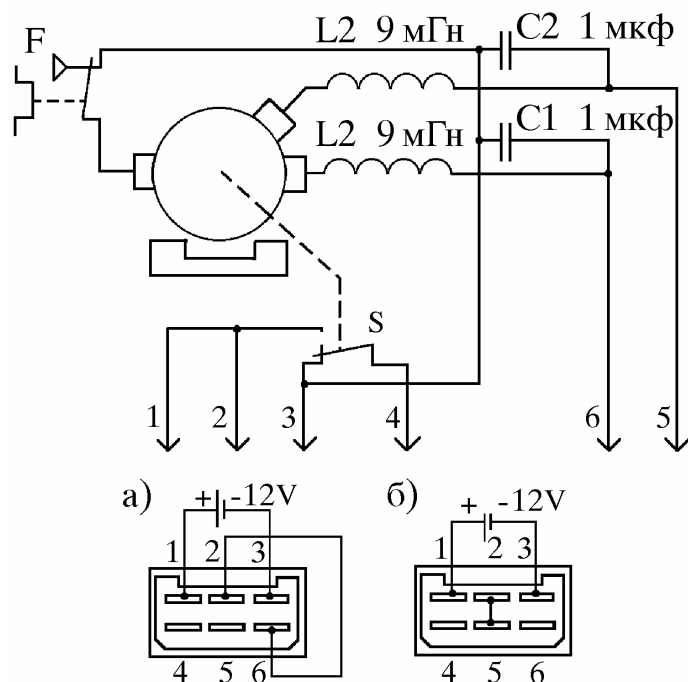

Рис. 3. Проверка работоспособности стеклоочистителя:
5.2.4.2. К штекерам соединительной колодки стеклоочистителя подсоединить питание от аккумуляторной батареи, как показано на рис. 3, и отдельным проводником соединить соответствующие штекеры между собой (а - схема проверки на малой скорости, б - схема проверки на большой скорости).